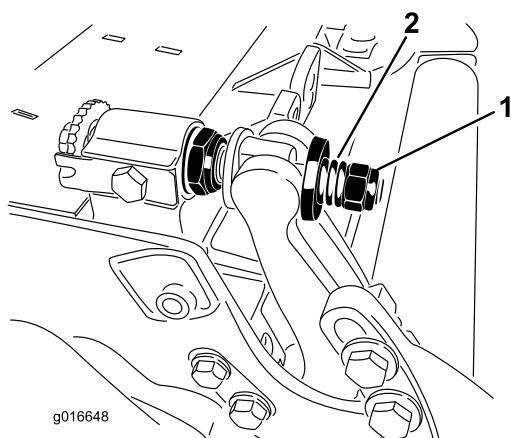

Figura 33
5. Aperte a porca da mola tensora até que a mola fique recolhida; em seguida, desaperte meia volta (Figura 33).
- Aperte a porca em cada conjunto de ajustador da barra de apoio até que a mola de compressão esteja totalmente comprimida e, em seguida, desaperte a porca 1/2 volta (Figura 33).